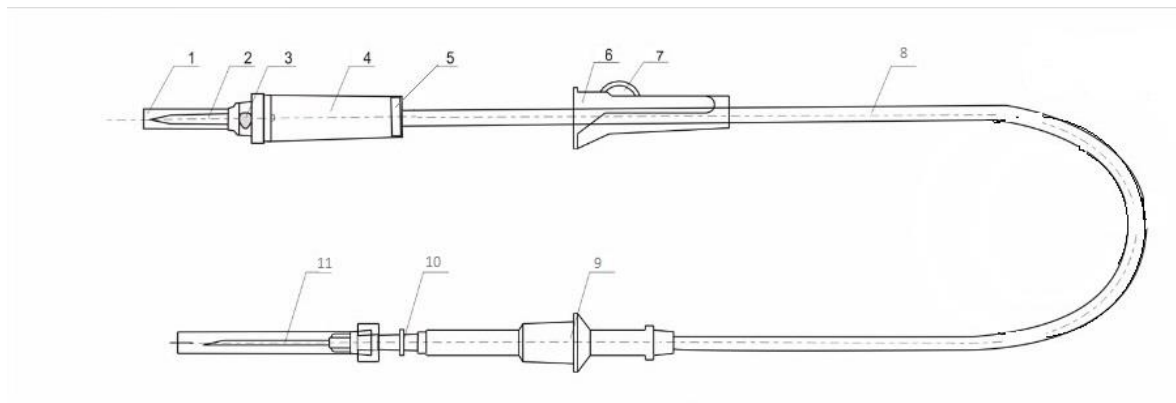

Рис. 1 – Устройство инфузионное:
- плотно закройте роликовый зажим 7 (см. рис. 1);